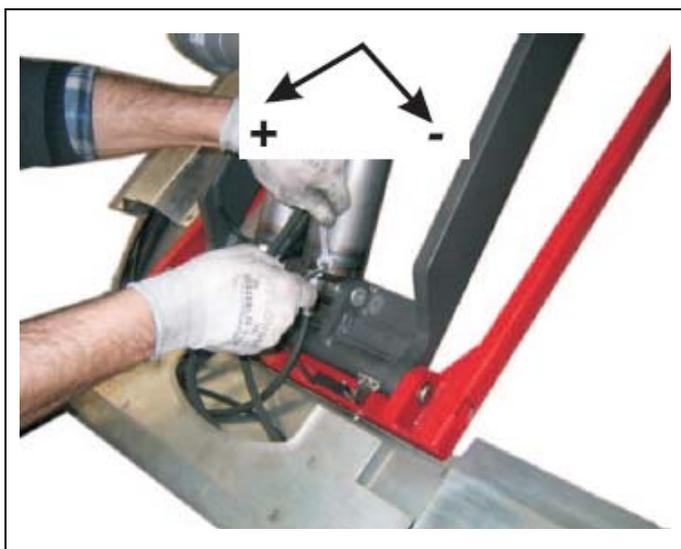

Рис. 19
- 2) Установите переключатель «2» в положение «I» (Рис.19). Убедитесь в правильности направления вращения электродвигателя, проверив также уровень масла в резервуаре (Рис.17). (если направление вращения не совпадает с указанным, поменяйте местами фазы электропитания).
- 3) Нажмите и удерживайте нажатой кнопку режима «Подъем» (1) (Рис.19), пока платформы не достигнут подъема на высоту примерно 1400 мм.
- 6) Нажмите и удерживайте нажатой кнопку режима «Подъем» (1) и кнопку отключения подъема (4) (Рис.19) в течение приблизительно 60 секунд, чтобы поднять платформы до максимальной высоты, тем самым увеличивая нагрузку на гидроцилиндры и стравливая воздух из гидравлической системы.
- регулировку скорости опускания (помните, что P1-рампы оборудованы системой регулировки скорости опускания, которая позволяет замедлять скорость опускания на последнем этапе фазы до нулевой отметки (см.Рис.19).